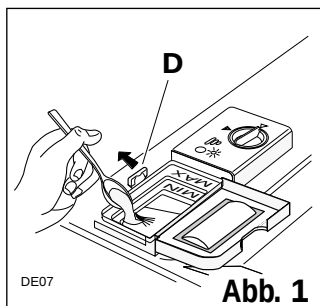

Abb. 1
1. Falls der Deckel verschlossen ist: Verschußhebel (D) nach vorne drücken. Der Deckel springt auf.
2. Reiniger in den Behälter für Reinigungsmittel füllen. Als Dosierhilfe dienen die Markierungslinien. "MIN" entspricht ca. 15 ml, "MAX" entspricht ca. 30 ml Reiniger. Da der Wirksamkeit der verschiedenen Reiniger unterschiedlich sein kann, beachten Sie bitte insbesondere auch die Dosierempfehlung der jeweiligen Reiniger-Hersteller. (Abb. 1)